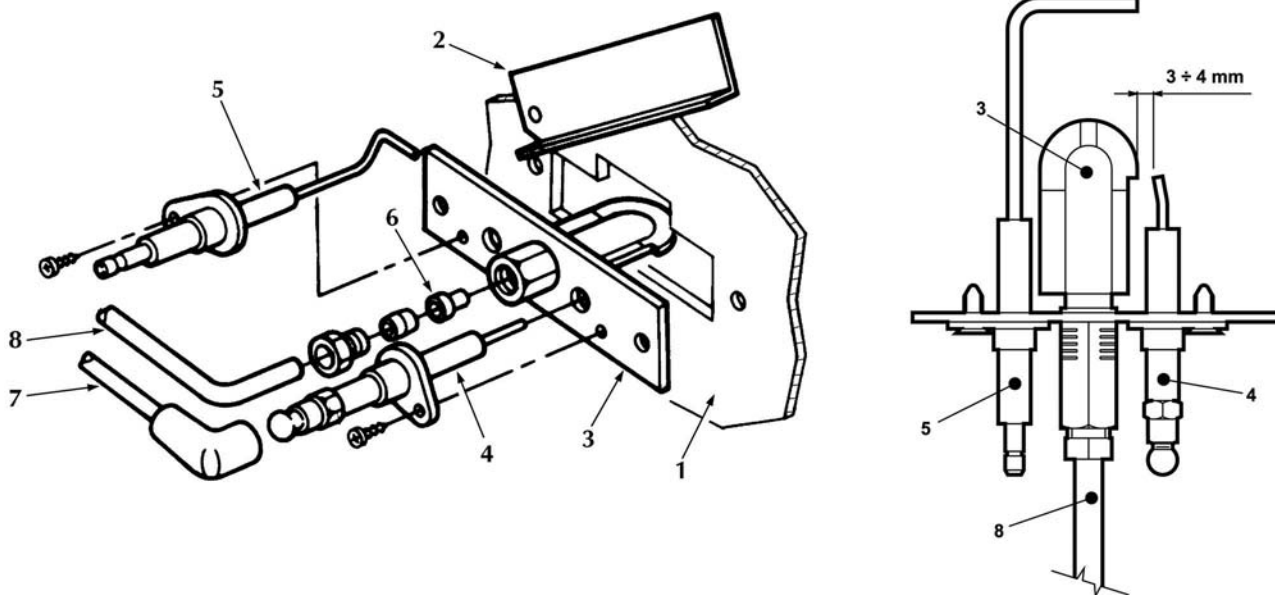

рис. 24 - Пилотная горелка
- Электроды не должны иметь накипи и быть правильно установленными (см. рис. 24).